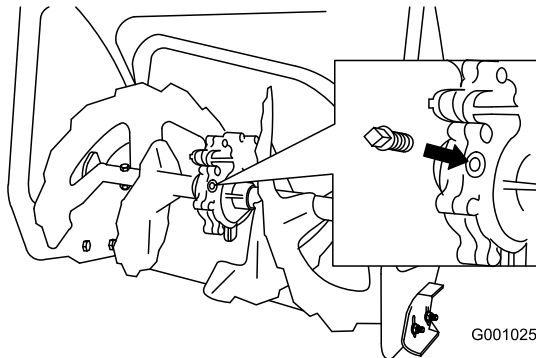

Bild 40
2. Reinigen Sie den Bereich um die Rohrverschluss (Bild 40).